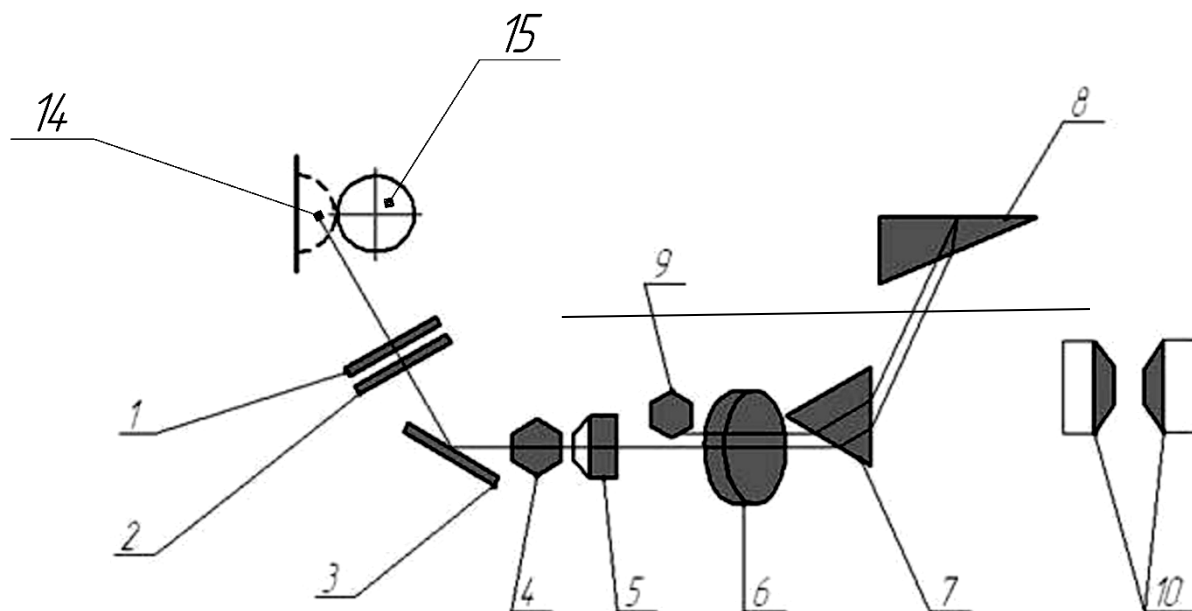

Рис. 1. Оптическая схема стилооскопа.
Оптическая схема прибора изображена на рис. 1. Как видно из рисунка, спектральный аппарат представляет собой автоколлимационный спектроскоп. Лучи света от дуги (14) и электрода (15), пройдя через защитные стекла (1 и 2) направляются зеркалом (3) через оптоволоконный провод на конденсор (4), который концентрирует их на щель (5) спектроскопа. Прошедший через щель пучок лучей объективом (6) из расходящегося превращается в параллельный и диспергирующими призмами (7 и 8) разлагается в спектр.
Стилоскоп (рис. 1, 3 и 4, 5) состоит из головки с осветительной системой и собственно спектрального аппарата.